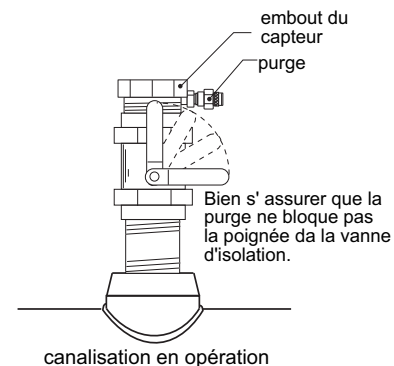

Fig. 3
- D. Ouvrir la vanne d' isolation, insérer la mèche au travers de la vanne et couper le trou de dégagement du capteur. Après avoir percé le trou, retirer la mèche de la vanne d' isolation et fermer la vanne. Retirer la perceuse selon les instructions du fabricant. (Fig. 3)